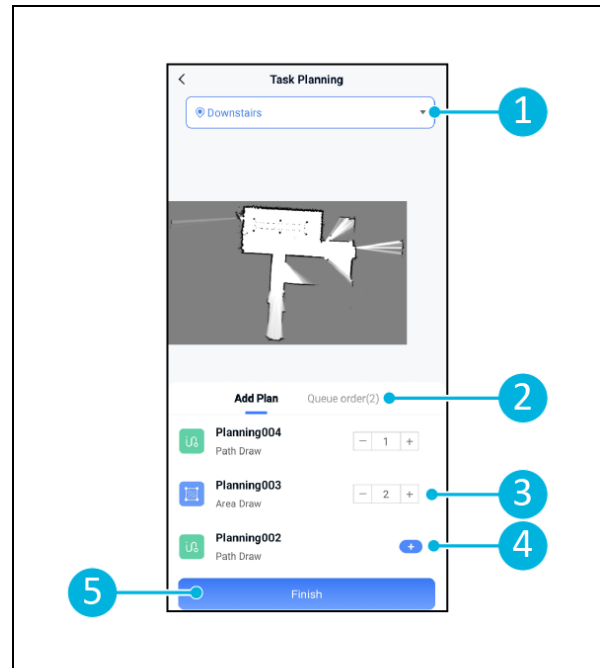

Abbildung 26
5. Wählen Sie die Karte aus, in der Sie die Aufgabe erstellen möchten (Abbildung 26, Pos. 1).
6. Fügen Sie die Pläne hinzu (Abbildung 26, Pos. 4), die das Cobotik 45 in die Reinigungsaufgabe einbeziehen soll und wie oft (Abbildung 26, Pos. 1) die Pläne ausgeführt werden.
7. Wählen Sie [\[Reihenfolge in der Warteschlange\]](#) (Abbildung 26, Pos. 2), um die Reihenfolge zu ändern, in der die Pläne innerhalb der Aufgabe ausgeführt werden.
8. Wählen Sie [\[Fertigstellen\]](#) (Abbildung 26, Pos. 5), wenn die Aufgabe vollständig konfiguriert ist.